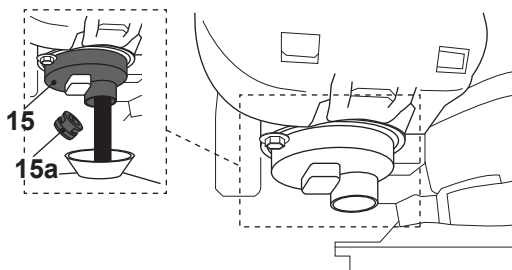

Fig. 34
3. Desenrosque el tornillo de drenaje de combustible (15a) con una llave hexagonal adecuada y deje que el combustible vaya a parar al recipiente (fig. 34).